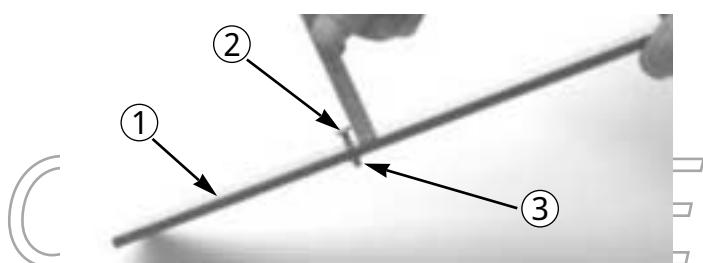

図14
2. ゲージバー（図14）を所望の刈り高にセットする。バーの表面からネジ頭の下面までの距離が刈り高となる。